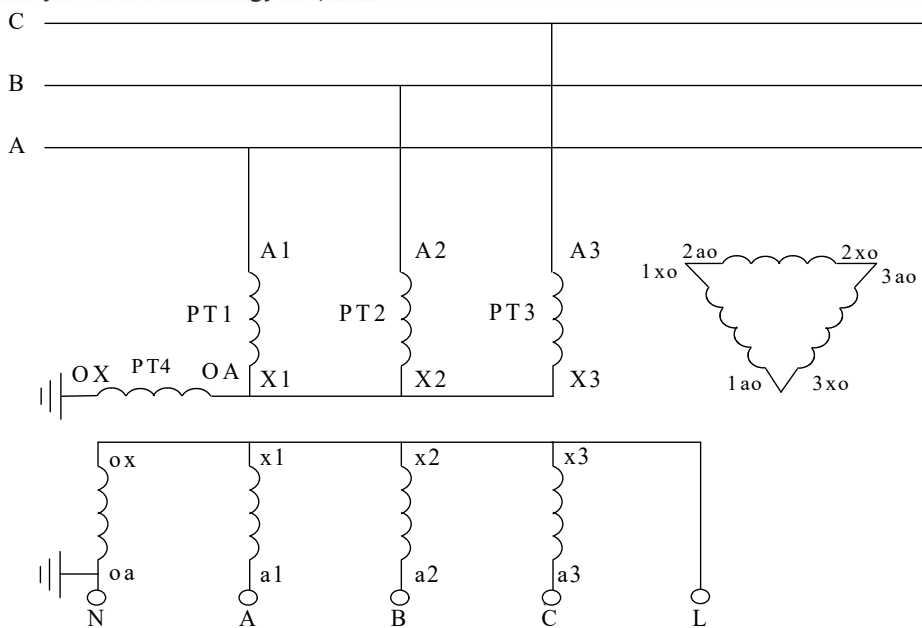

图 9 4PT 连接方式 1
大部分变电站中的 4PT 的连接方式有两种接法，分别如图 9 和图 10 所示。对于图 9 中这种 4PT 的接线方式，组成星形的三个 PT 的开口三角侧被短接，系统零序电压由第四个 PT 的测量线圈来测量，各相电压分别从 A-N、B-N、C-N 端测量。这种接线方式下，系统单相接地时 N-L 端的电压为 57.7V。
在图 9 和图 10 中，测量信号都是从 N-L 端注入。
在图 9 中，零序 PT（即第 4 个 PT）的二次零序绕组是 ox-oa 绕组，其电压通常为 $100/\sqrt{3}$ (V)，则测量时 PT 变比为 $\frac{U_L/100}{\sqrt{3}/\sqrt{3}}$ 。这种接线方式和变比下，对应于测试仪的“PT 方式”中的“4PT”方式。也就是说，如果接线方式如图 9 所示，则在测量电容电流前必须将“参数设置”屏幕中的“PT 方式”设置为“4PT”。